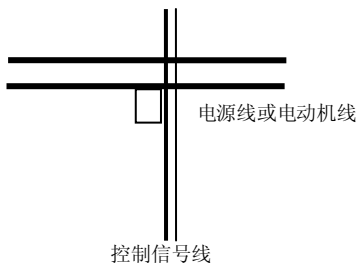

图 3-16 系统配线要求
②	外围设备的接地线与变频器的布线构成闭环回路时，变频器接地线漏电流，会使设备产生误动作。此时若设备不接地，会减少误动作。
③	当外围设备的电源和变频器的电源共用同一系统时，变频器发生的噪声逆电源线传播，会使同一系统中的其他设备受到干扰，可采取如下抑制措施：在变频器的输入端安装电磁噪声滤波器；将其它设备用隔离变压器或电源滤波器进行隔离。
④⑤⑥	<p>(1) 容易受到干扰的设备和信号线，应尽量远离变频器安装。信号线应使用屏蔽线，屏蔽层单端接地，并应尽量远离变频器和它的输入、输出线。如果信号线必须与强电电缆相交，二者之间应保持正交。</p> <p>(2) 在变频器输入、输出侧的根部分别安装高频噪声滤波器(铁氧体共模扼流圈)，可以有效抑制动力线的射频干扰。</p> <p>(3) 电机电缆线应放置于较大厚度的屏障中，如置于较大厚度(2mm 以上)的管道或埋入水泥槽中。动力线套入金属管中，并且屏蔽线接地(电机电缆采用 4 芯电缆，其中一根在变频器侧接地，另一侧接电机外壳)。</p>
①⑦⑧	避免强弱电导线平行布线或一起捆扎；应尽量远离变频器安装设备，其布线应远离变频器的输入、输出线。信号线使用屏蔽线。具有强电场或强磁场的设备应注意与变频器的相对安装位置，应保持距离和正交。
- 控制信号线不能与强电电缆(R、S、T 或 R、T 与 U、V、W)平行近距离布线，不能捆扎在一起，保持 20~60 厘米(与强电电流大小有关)以上的距离。如果要相交，则应相互垂直穿越，如图 3-16 所示。